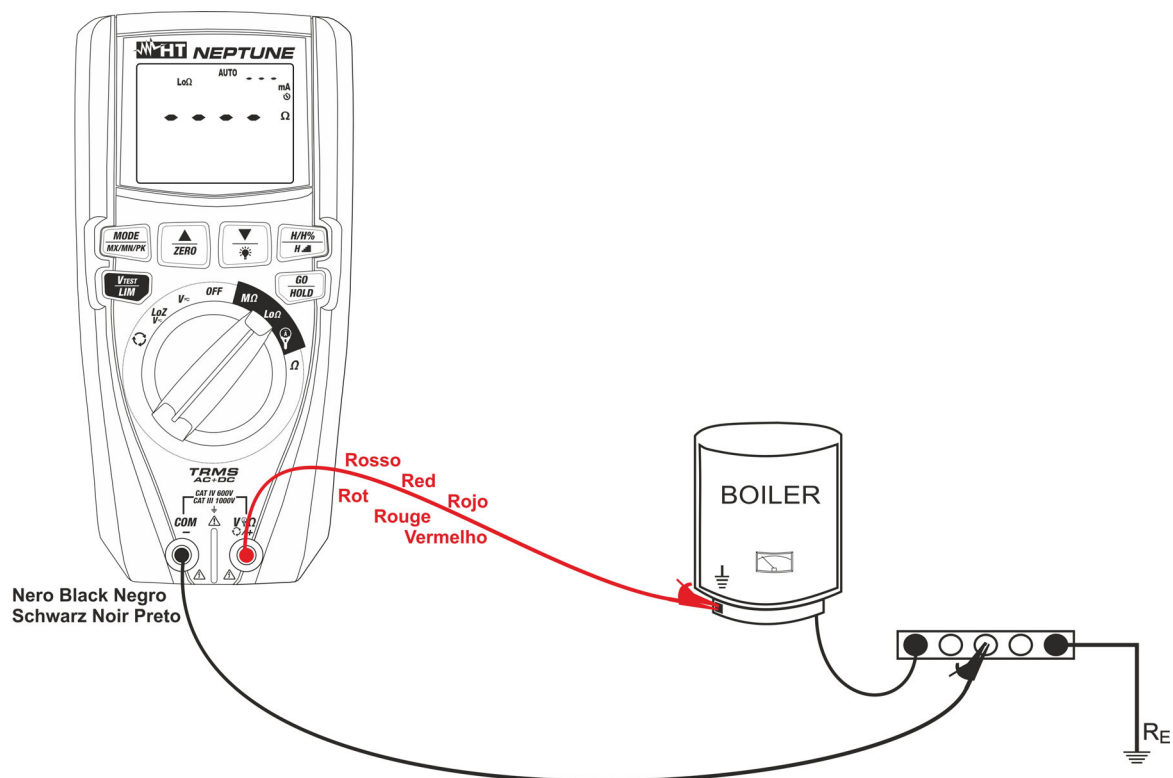

Fig. 25: Uso dello strumento per misura continuità in modo AUTO
7. Inserire il conduttore rosso nel terminale di ingresso **V Ω ⊕/+** e il conduttore nero nel terminale di ingresso **COM/-** e collegare lo strumento all'impianto in esame (vedere Fig. 25)